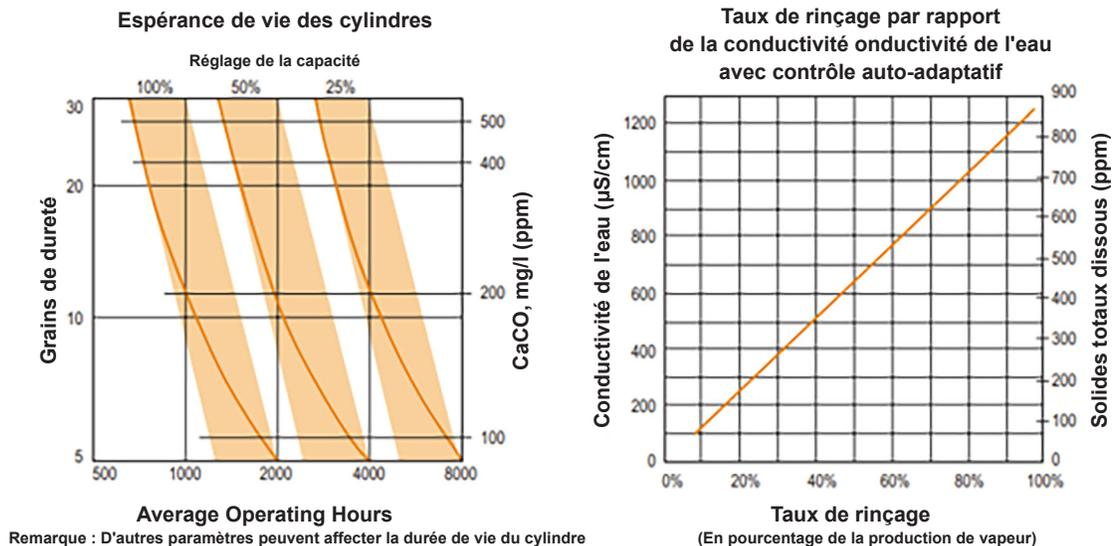

Figure 15 - Conditions de l'eau par rapport à la durée de vie et aux taux de rinçage du cylindre à vapeur
*"Figure 15 - Conditions de l'eau par rapport à la durée de vie et aux taux de rinçage du cylindre à vapeur"* généralise l'effet de la dureté de l'eau et de la demande sur la durée de vie du cylindre. La durée de vie du cylindre est finalement déterminée par la chimie de l'eau, le temps de fonctionnement de l'unité et le réglage de la capacité de sortie.